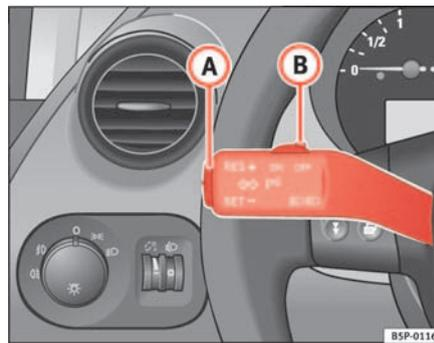

Fig. 141 Leva degli indicatori di direzione e degli abbaglianti: l'interruttore e il tasto di comando del regolatore di velocità
- Quando il veicolo raggiunge la velocità che si intende poi mantenere, premere una volta soltanto sulla parte inferiore del tasto **SET** ⇒ fig. 141 **A**. ▶